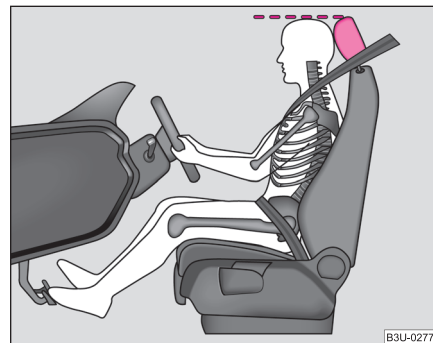

Abb. 117 Die richtige Kopfstützeinstellung des Fahrers
- Stellen Sie die Kopfstütze so ein, dass die Oberkante der Kopfstütze sich möglichst auf einer Höhe mit dem oberen Teil Ihres Kopfes befindet ⇒ **Abb. 117**.
- Stellen Sie die Kopfstütze so ein, dass die Oberkante der Kopfstütze sich möglichst auf einer Höhe mit dem oberen Teil Ihres Kopfes befindet ⇒ Seite 147, Abb. 117.
- Stellen Sie die Kopfstützen so ein, dass die Oberkante der Kopfstützen sich möglichst auf einer Höhe mit dem oberen Teil Ihres Kopfes befinden ⇒ Seite 147, Abb. 117.